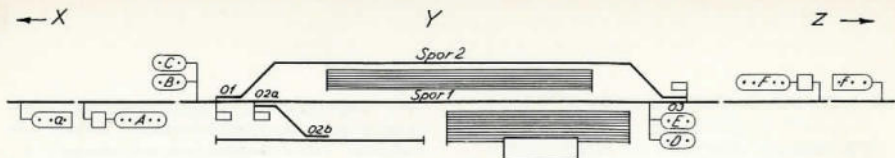
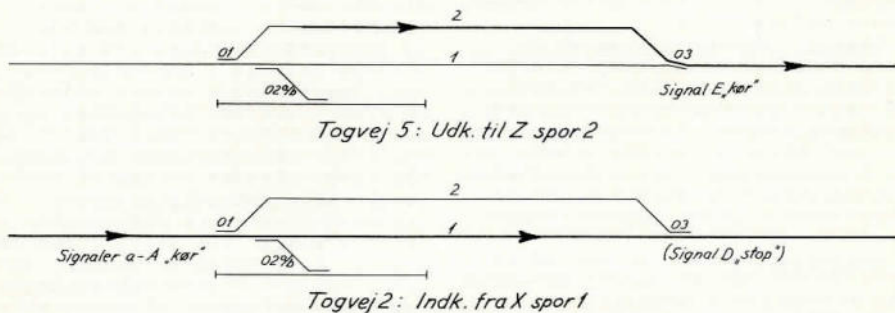

Fig. 2 Schematisk sporplan
Fig. 3
I SJ's tid har L5'erne i første række fremført person- og hurtigtog på strækningerne Borås-Alvesta og Alvesta-Karlskrona, sidstnævnte strækning før elektrificeringen i 1955, samt på strækningen Kalmar-Nässjö. Fig.2 viser L5 nr.1575 på Kalmar Centralstation en juni-dag i 1958. Foto'et er taget af en af Sveriges kendte og dygtige jernbaneamatørfotografer Harry Wahlin fra Karlskoga, som har "knipset" i det øjeblik L5'eren starter med det c. 200 tons tunge "snälltog" 100, ÖLÄNNINGEN" (stamme: Bf014-Bo8f-Bo8caå-Bo8b-ABo7b) ud på den 167 km lange færd til Nässjö, hvor stammen overtages af et elektroloko for den videre befordring til Stockholm. Dette herlige syn er desværre nu en "saga blott", idet "Ölänningen" fra køreplansskiftet sommeren 1959 køres "elektrisk" hele vejen fra Stockholm til Kalmar ad omvejen over Alvesta-Emma-boda. Af disse smukke lokos er heldigvis, endnu kun eet udrangeret (1779), men de øvrige anvendes hovedsagelig nu kun som "reserver". Da de imidlertid er i god stand, er der grund til at tro at de vil få lov til at "leve" nogle år endnu.
Billederne på næste side: Fig.2.(foroven) Damplok litra L5 på Kalmar C. (foto: Harry Wahlin). Fig.3. SJ personvogn litra ABo24 (foto: E.B.Jonsen)
1. og 2. klasse's personvogn litra ABo24 (fig. 3) eksisterer kun i 6 eksemplarer (nr. 4584-4589); vognene er bygget af "Vereinigte Westdeutsche Waggonfabriken AG", Köln-Deutz i 1954/55 og 57, og de ligner i det store og hele tyske forbundsbaner's (DB) 26,4 m-type, dog med følgende mål: længde over puffer 23,5 m, højde 4 m, maksimal vognbredde 3 m, indvendig bredde 2,8 m, kupébredde 2.06 m, sidegang 0,72 m bred, kupélængde i 1. kl. 2,08 m, - i 2. kl. 1,93 m.
Til uddybning af togvejsbegrebet gives i fig. 4 en oversigt over en krydsningsstations togveje og deres aflåsning. En skematisk sporplan over stationen er vist i fig. 2, der afbilder sporskifterne i normalstillingen, og i fig. 3, der angiver sporskifternes stilling ved togvejene 2 og 5.